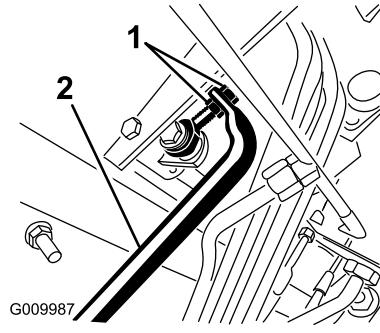

Figura 90
- Ajuste las contratuerzas del extremo de la varilla de la bomba con objeto de desplazar el tubo de control de la bomba hacia adelante para eliminar el movimiento de la máquina hacia adelante, o hacia atrás para eliminar el movimiento hacia atrás (Figura 90).